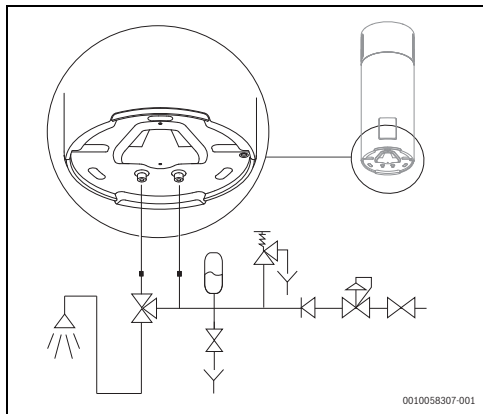

Fig. 20 Ligações de alimentação da água
É obrigatório que o instalador do sistema instale uma válvula de segurança de 8 bar no tubo de alimentação de água fria (Fig. 20).
O escoamento, ligado à válvula de segurança, deve ser instalado numa inclinação descendente. Deve também ser instalado num local onde esteja protegido contra a formação de gelo (Fig. 20).
Nunca feche a válvula de corte de água durante o funcionamento. (→fig. 20, pág. 133).
- ▶ Instalar um vaso de expansão¹⁾ (→fig. 20) para evitar que a abertura da válvula de segurança seja tão frequente.